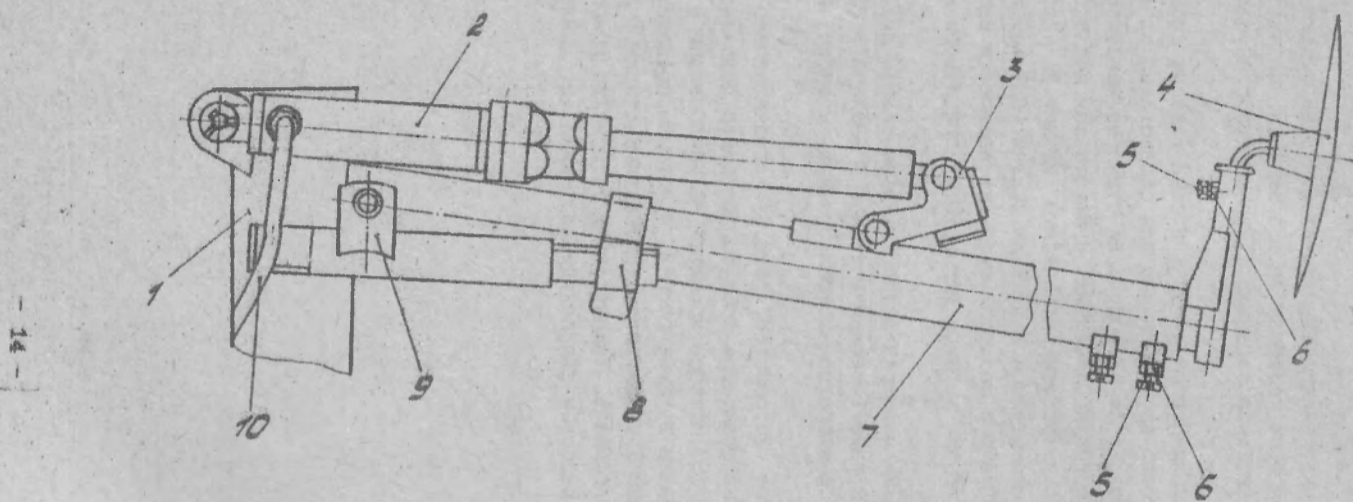

Рис. 8. Маркер
3.6 На сеялке применяются левый и правый маркеры дискового типа (рис.8), которые предназначены для образования следа на незасеянной части поля с целью получения стыковых междурядий и обеспечения прямолинейности движения агрегата при последующих заездах. Каждый маркер имеет телескопическую планку 7, которая шарнирно соединена с кронштейном 9 на раме сеялки. В трубу планки вставлен кронштейн на оси которого свободно вращаются диски 4. При дальней транспортировке маркеры фиксируются при помощи хомута 8.